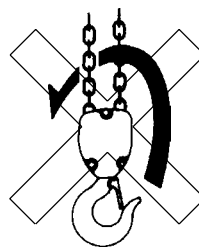

Fig. 9
- Antes de cada puesta en marcha comprobar en polipastos de dos o más ramales que la cadena no está torcida p. ej. cuando el conjunto gancho inferior/pasteca gira sobre si misma (Fig. 9).
Antes de cada puesta en marcha, en polipastos de dos o más ramales, se debe de comprobar que la cadena no está torcida o entrelazada. En polipastos de dos ramales puede haber torcedura p. ej. cuando la pasteca con el gancho de carga gira sobre si mismo (Fig. 9). Se debe poner especial atención en caso de sustituir la cadena en el polipasto, la cual debe de ser introducida correctamente con la soldadura de los eslabones hacia el exterior (Fig. 14).